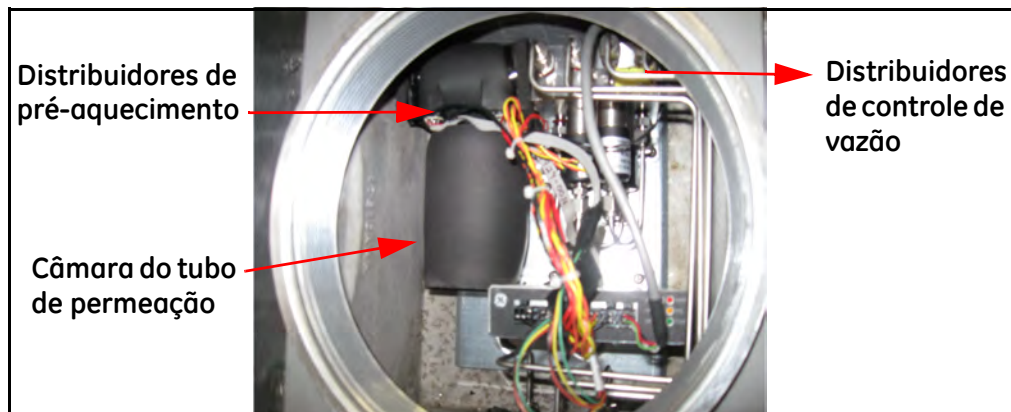

Figura 80: Interior do verificador
4. Abra a tampa frontal do compartimento do verificador e aguarde 20 minutos até o verificador resfriar (Figura 80).